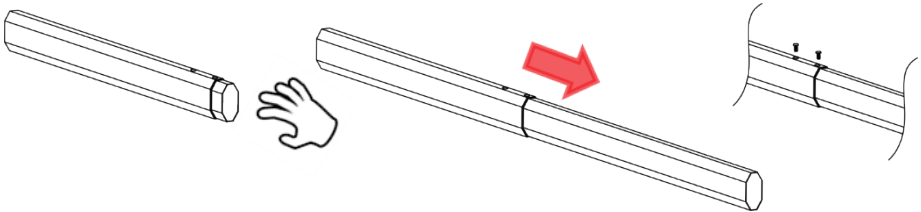

Рис. 1 З'єднайте головну стрілу з висувною стрілою за допомогою 2 гвинтів
- Витягніть висувну стрілу з основної стріли, потім закріпіть 2 гвинтами, як показано на Рис. 1.